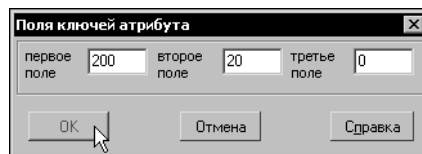

Рис. 21.5. Ввод ключей атрибута
2. В появившемся диалоге введите значения первого, второго и третьего ключей атрибута соответственно *200*, *20* и *0* (рис. 21.5). Роль этих цифр будет разъяснена далее, при выполнении упражнения 52.